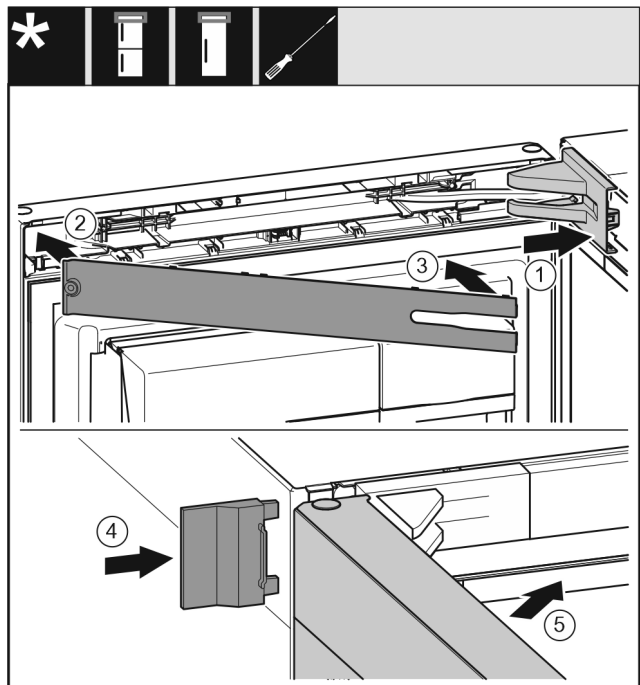

Fig. 27
- ▶ Nasadte kryt ložiskovej konzoly a zaistite, príp. opatrne rozotlačte. Fig. 27 (1)
- ▶ Nasadte kryt. Fig. 27 (2)
- ▶ Kryt priklopte a zaistite. Fig. 27 (3)
- ▶ Nasuňte vonkajší kryt. Fig. 27 (4)
- ▶ Zatvorte horné dvere. Fig. 27 (5)